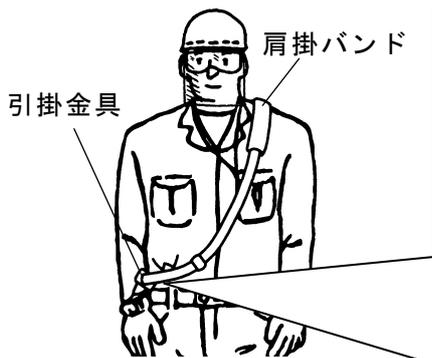

図.1
- ① 肩掛バンドは消耗品です。切れ、ほつれ、損傷等が無いことを確認し、図.1 のように装着してください。